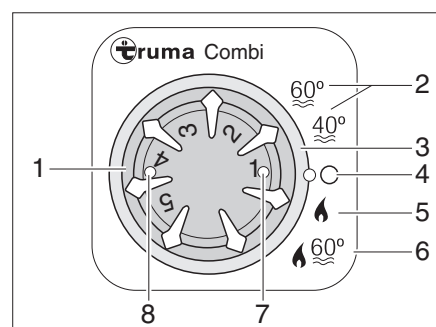

Fig. 207 Unité de commande pour chauffage/chauffe-eau
- Régler le mode de fonctionnement avec l'interrupteur rotatif (Fig. 207,3).
Le chauffage règle le degré d'allumage automatiquement en fonction du niveau de chauffage réglé. En mode de fonctionnement "Chauffage et chauffe-eau" (Fig. 207,6), l'eau du chauffe-eau est également chauffée. Le chauffage peut être exploité avec un chauffe-eau vide dans le mode de fonctionnement "Chauffage sans chauffe-eau" (Fig. 207,5).
- Régler le bouton tournant de température (Fig. 207,1) de l'unité de commande sur le niveau de chauffage désiré.
- Régler l'interrupteur rotatif (Fig. 207,3) sur régime hiver "Chauffage sans chauffe-eau" (Fig. 207,5) ou sur régime hiver "Chauffage et chauffe-eau" (Fig. 207,6).
Le voyant de contrôle vert (Fig. 207,7) s'allume.
- Régler l'interrupteur tournant (Fig. 207,3) sur "O" (Fig. 207,4).